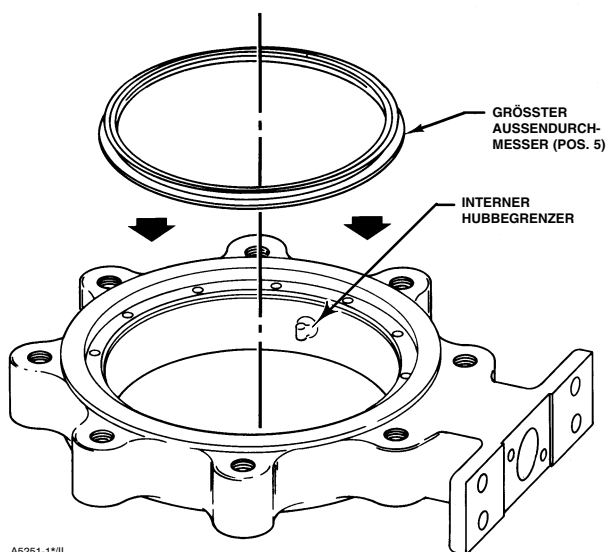

Abbildung 8. Typischer Einbau des Dichtrings
1. Den neuen Dichtring (Pos. 5) bereitlegen und die Form des Rings beachten. Der Ring verfügt wie in Abbildung 8 dargestellt an einer Kante über einen breiteren Durchmesser und an der anderen Kante über einen schmaleren Durchmesser. Am äußeren Umfang befindet sich eine breite Nut.
Vor dem Einbau des Dichtrings in das Klappengehäuse den O-Ring (Pos. 6) in die breite, äußere Nut des Dichtrings einsetzen. Siehe Abbildung 8.
2. Den Dichtring mit dem O-Ring in das Klappengehäuse einsetzen. Der breitere Außendurchmesser des Dichtrings (siehe Abbildung 8) muss in den T-Schlitz-Bereich des Gehäuses eingesetzt werden (siehe Abbildung 5). Die Kante mit dem breiteren Durchmesser mithilfe eines stumpfen Schraubendrehers in den T-Schlitz des Klappengehäuses einführen. Bei Verfügbarkeit des Wartungssatzes die Dichtring-Einbauwerkzeuge verwenden.
**Bei der Montage des Antriebs an die Regelklappe sicherstellen, dass das Klappenblatt den internen Hubbegrenzer der Regelklappe nicht berührt (siehe Abbildung 8). Das Klappenblatt sollte zwischen 0 und 0,76 mm (0 und 0.030 Zoll) vom internen Hubbegrenzer im Klappengehäuse entfernt sein (siehe Abbildung 8).**